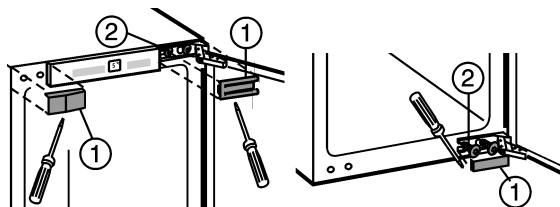

Fig. 1
- ▶ Abdeckteile Fig. 1 (1) abheben.
- ▶ Befestigungsschrauben Fig. 1 (2) nur lösen.
- ▶ Befestigungsschrauben Fig. 1 (2) oben und unten auf die Gegenseite umsetzen.
- ▶ Gerätetür in die vormontierten Befestigungsschrauben Fig. 1 (2) einhängen.
- ▶ Befestigungsschrauben Fig. 1 (2) **fest (mit 4 Nm)** anziehen.
- ▶ Abdeckteile Fig. 1 (1) wieder montieren.